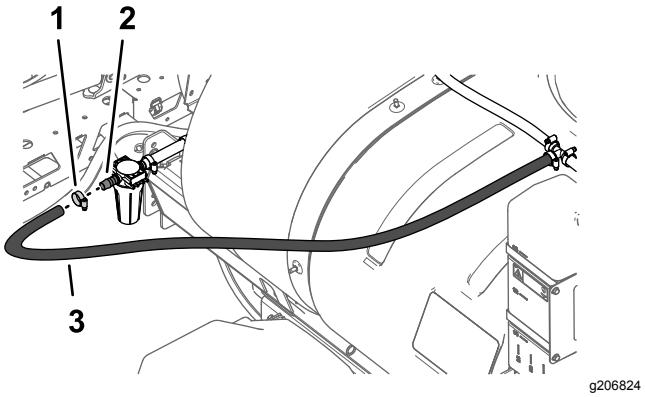
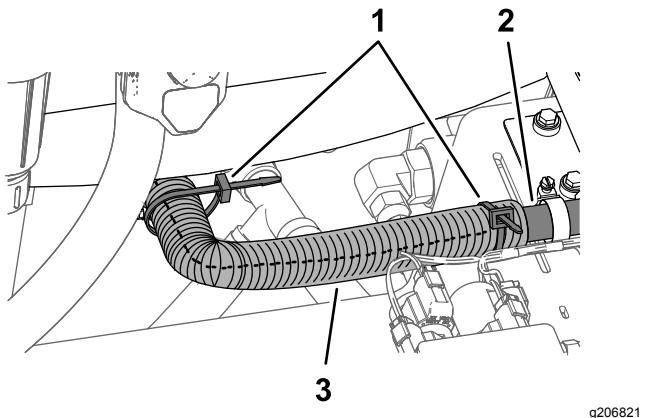

**Bild 29**
**Bild 30**
- Montieren Sie den Schlauch (17,8 cm), den Sie in Schneiden des Schlauchs \(Seite 5\) abgeschnitten haben, mit einer Schlauchklemme am geraden, gezahnten Anschlussstück außen an der Spülbehälterpumpe außen und ziehen Sie die Klemme mit der Hand an (Bild 29).
- Montieren Sie das gerade, gezahnte Anschlussstück am Zulauf des Filterkopfs (Filter) mit einer Schlauchklemme lose am Schlauch (17,8 cm) (Bild 29).
4. Montieren Sie das freie Ende des Schlauchs (1,9 cm x 180 cm) mit einer Schlauchklemme am geraden, gezahnten Anschlussstück am Auslauf des Filterkopfs (Bild 30).
5. Passen Sie die Stellung des Filterkopfs so an, dass die Schale des Filters vertikal ist, und ziehen Sie die zwei Schlauchklemmen mit der Hand an (Bild 29 und Bild 30).